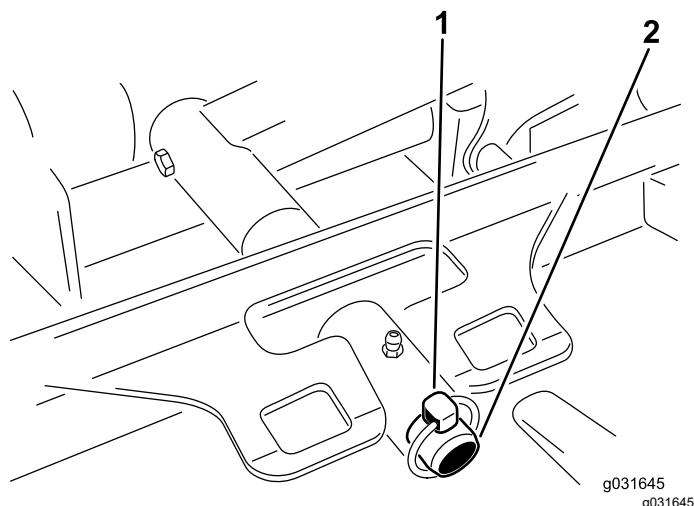

Figura 68
3. Togliete l'acciarino o il dado di ritegno che fissano il telaio portante del piatto di taglio al perno orientabile del braccio di sollevamento (Figura 68).
3. Fate scorrere il telaio portante del piatto di taglio sul perno orientabile del braccio di sollevamento e fissatelo con l'acciarino o il dado di ritegno (Figura 68).